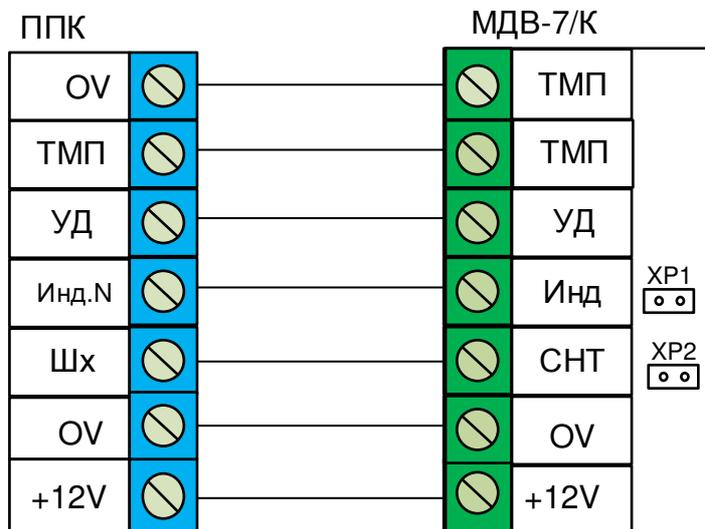

Рисунок 2
5.1.8 Схема подключения модуля к ППК, стандартная версия ПО (рисунок 2) Перемычка ХР2 в данной версии не используется.
- кратковременно закортить перемычку **XP1** (рисунок 2) – «Индикатор 1» мигает с частотой 1 раз в 1 с;